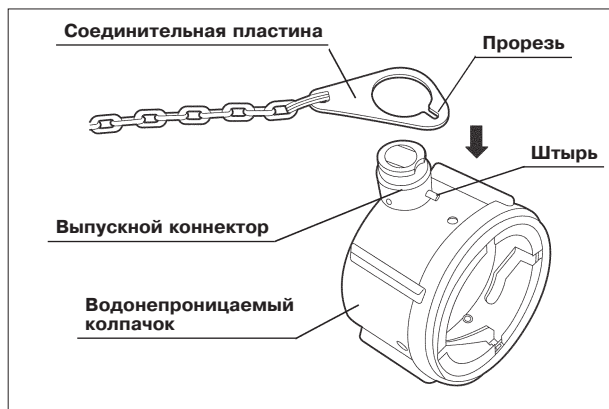

Рис. 2.2
2. Совместите прорезь соединительной пластины с выступом на выпускном коннекторе водонепроницаемого колпачка (MH-553, см. рис. 2.2).
3. Поместите соединительную пластину поверх выпускного коннектора (см. рис. 2.2).